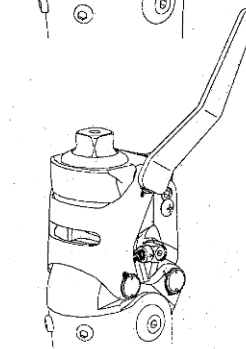

Abb. 5
c) Mit einem Sonderwerkzeug, den verzahnten Knopf **A** um eine Gewindesteigung anziehen (Abb. 5). Dann den Spielraum überprüfen. Ob es noch Spiel gibt, dann den Knopf **A** nochmals anziehen.
Vorsicht : Ein zu wichtiges Anziehen nimmt den Widerstand gegen die Flexion und die Extension (Abb. 5) zu.